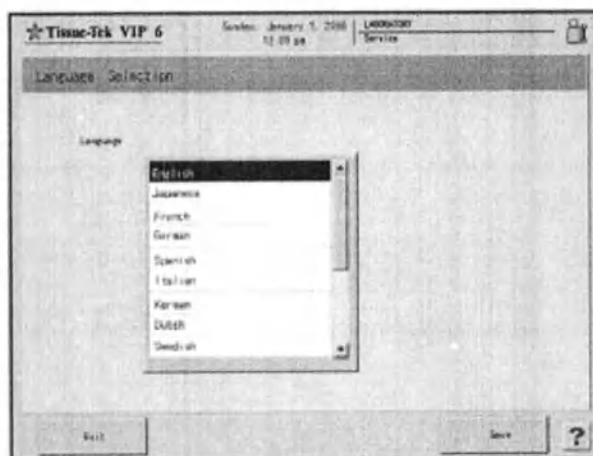

Рис. 52 Выбор языка
1. В главном меню выберите закладку **«Utility Menu»** (Меню утилит), а затем нажмите кнопку **«Language Selection»** (Выбор языка). Появится соответствующий экран (Рис. 52).